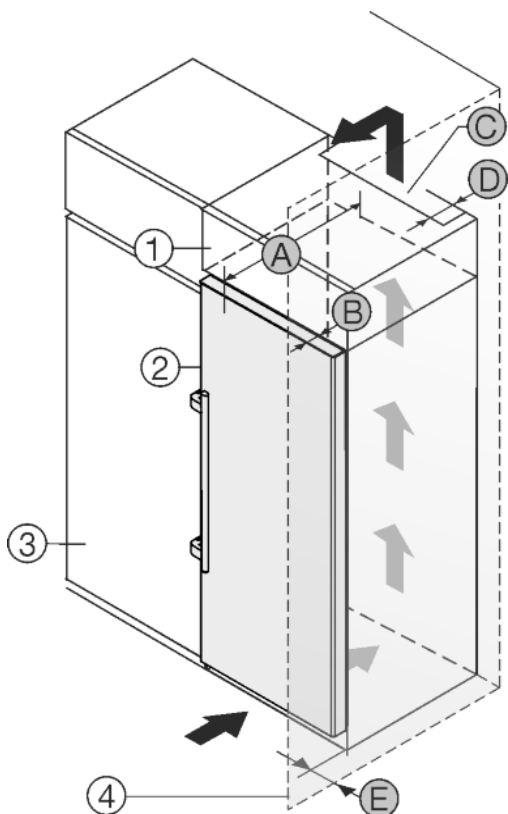

Fig. 21
Urządzenie może zostać obudowane szafkami kuchennymi. Aby dopasować urządzenie Fig. 21 (2) do wysokości ciągu szafek kuchennych, można nad urządzeniem umieścić szafkę nasadzaną Fig. 21 (1).
Urządzenie można ustawić bezpośrednio obok szafki kuchennej Fig. 21 (3). By móc całkowicie otworzyć drzwi, urządzenie musi wystawać przynajmniej o głębokość Fig. 21 (B) za front szafki kuchennej. W zależności od głębokości szafek kuchennych oraz od zastosowania elementów dystansowych urządzenie może wystawać jeszcze bardziej.
- Na tylnej ścianie szafki nasadzonej wymagany jest wywiewny kanał wentylacyjny o głębokości Fig. 21 (D) na całej szerokości szafki.
- Pod sufitem pomieszczenia należy zachować przekrój odpowietrzający Fig. 21 (C).
Jeżeli urządzenie będzie ustawiane z zawiasami do ściany Fig. 21 (4), to pomiędzy urządzeniem i ścianą należy zachować odstęp Fig. 21 (E). Na taką odległość wystaje klamka przy otwartych drzwiach.